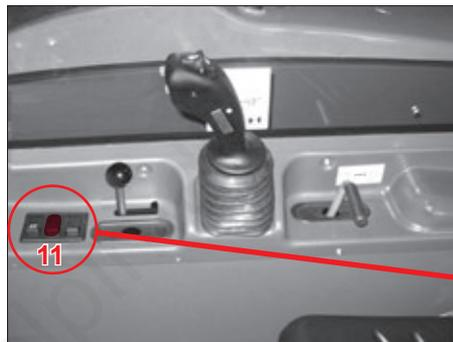

Fig. 72
Slå først kontakten pos. 11 (fig. 72) til. Gå derefter frem som følger: